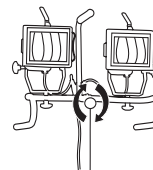

Fig. 4
Paso 2: Fije el porta-bombilla portátil en el poste vertical colocando el collar quick-release™ sobre la parte superior del tubo. Apriete la perilla en el collar hasta que el tornillo esté seguro (Fig. 4).